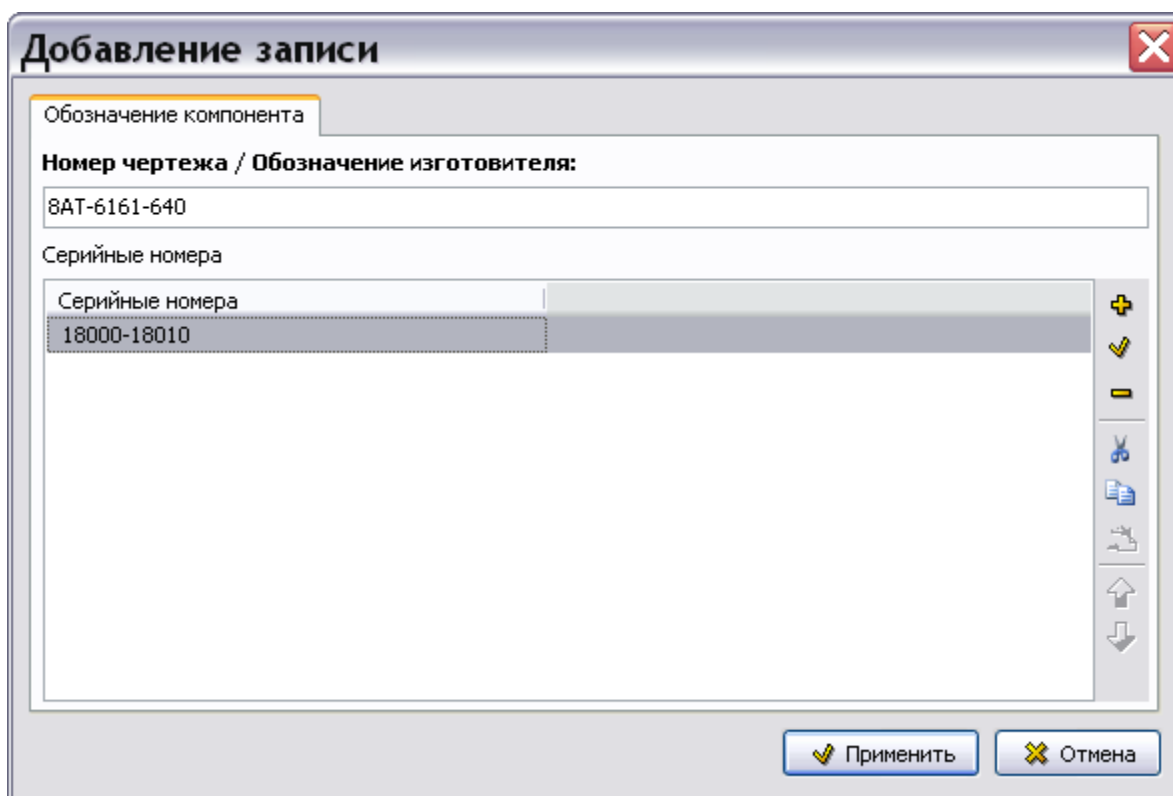

Рис. 12.8
5. Включив соответствующую радиокнопку, введите одиночное значение серийного номера (список номеров через запятую) или диапазон номеров. После ввода значений нажмите на кнопку . После этого произойдет возврат в окно **Добавление записи** для обозначения компонента (Рис. 12.8).